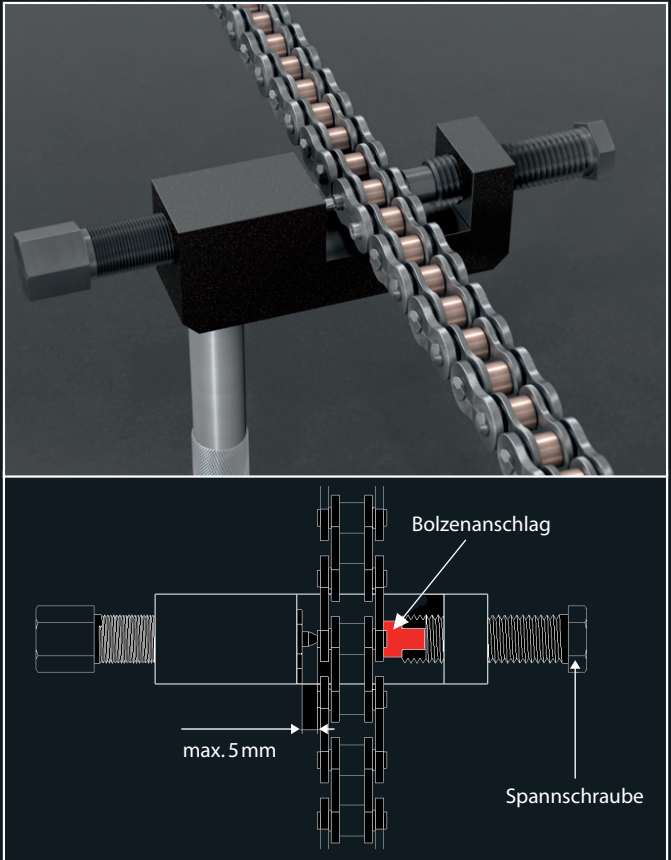

Abb.6
- Auf die Zentrierung des Dorns im hohlen Bolzen des Kettenschlosses achten (Abb.6).